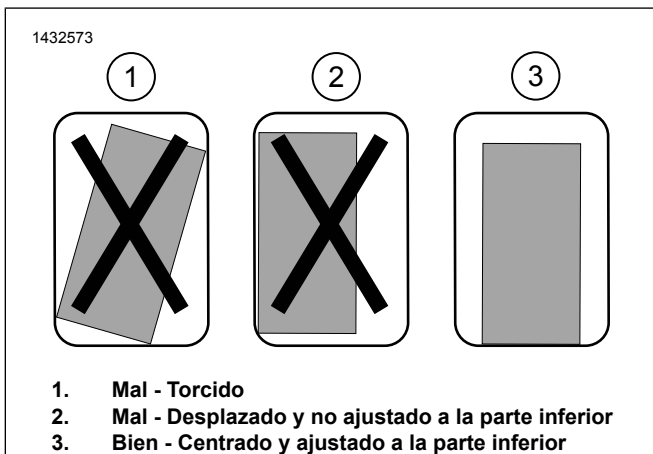

Figura 4. Instalación de la pieza de soporte del soporte
- a. Vea la Figura 4. Pruebe el ensamblaje de la pieza de soporte del soporte. El soporte debe ser recto, centrado y lo más cerca posible de la parte inferior de la alforja.
- c. Vea la Figura 4. Pruebe el ajuste para la ubicación final, asegurándose de que el soporte esté recto, centrado y lo más cerca posible del fondo de la alforja.